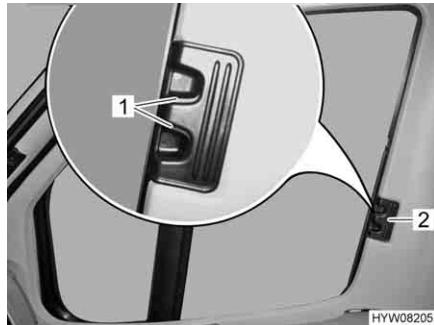

Bild 5 Verriegelung Faltverdunklungen Fahrer-/Beifahrerfenster
- Die Faltverdunklung am Griff (Bild 5,2) bis zum Anschlag einschieben.
- Die Entriegelungsgriffe (Bild 5,1) einrasten lassen.